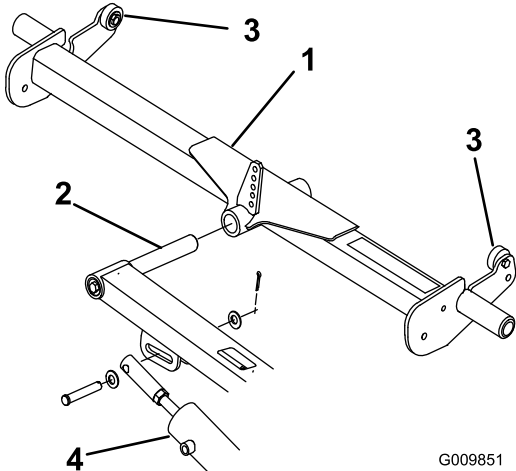

Figura 3
- 1. Faça deslizar a estrutura de suporte traseira para a haste de articulação do braço de elevação traseiro (Figura 3). Não instale a estrutura de suporte na unidade de corte nesta altura.
3. Premir uma extremidade da estrutura de suporte até a paragem em posição elevada no lado oposto entrar em contacto com a parte inferior do degrau (Figura 3).
- A. Remova o pino de segurança que fixa a extremidade da barra do cilindro de elevação ao braço de elevação (Figura 3).
- D. Aperte a porca sextavada e ligue a extremidade da haste do cilindro ao braço de elevação (Figura 3).